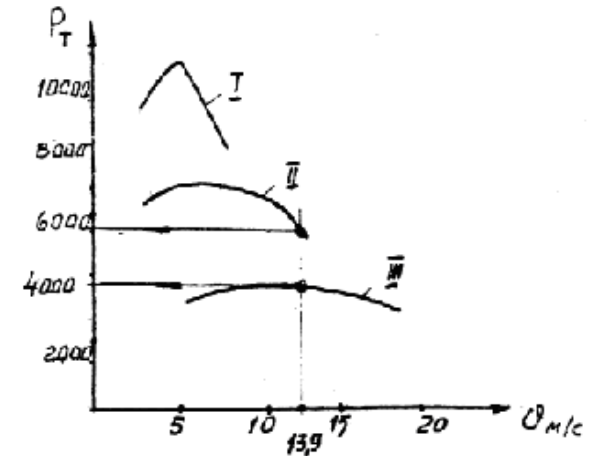

Рисунок 3.4. Тяговая характеристика автомобиля
3.9. Определите, на какой передаче автомобиль может двигаться с разгоном, а также значение ускорения, если он движется со скоростью 50 км/ч по асфальтобетонной дороге ($f = 0,012$), имеющей подъем $1,5^\circ$. Напишите уравнение тягового баланса для данных условий движения при этом воспользуйтесь тяговой характеристикой (рисунок 3.4.), если известно: габаритная высота автомобиля $H = 2,2$ м; ширина колеи передних колес $B = 1,6$ м; коэффициент сопротивления воздуха $k_w = 0,687 \text{ Н} \cdot \text{с}^2/\text{м}^4$; полный вес автомобиля $G_a = 72520 \text{ Н}$.
Дано: $i_{k1} = 6,48$; $i_{k2} = 3,09$; $i_{k3} = 1,0$; $f = 0,012$; $\alpha = 30^\circ$; $V = 50 \text{ км/ч}$; $B = 1,6 \text{ м}$; $k = 0,687 \text{ Н} \cdot \text{с}^2/\text{м}^4$; $G_a = 72520 \text{ Н}$; $H = 2,2 \text{ м}$. (см. рисунок 3.4.)